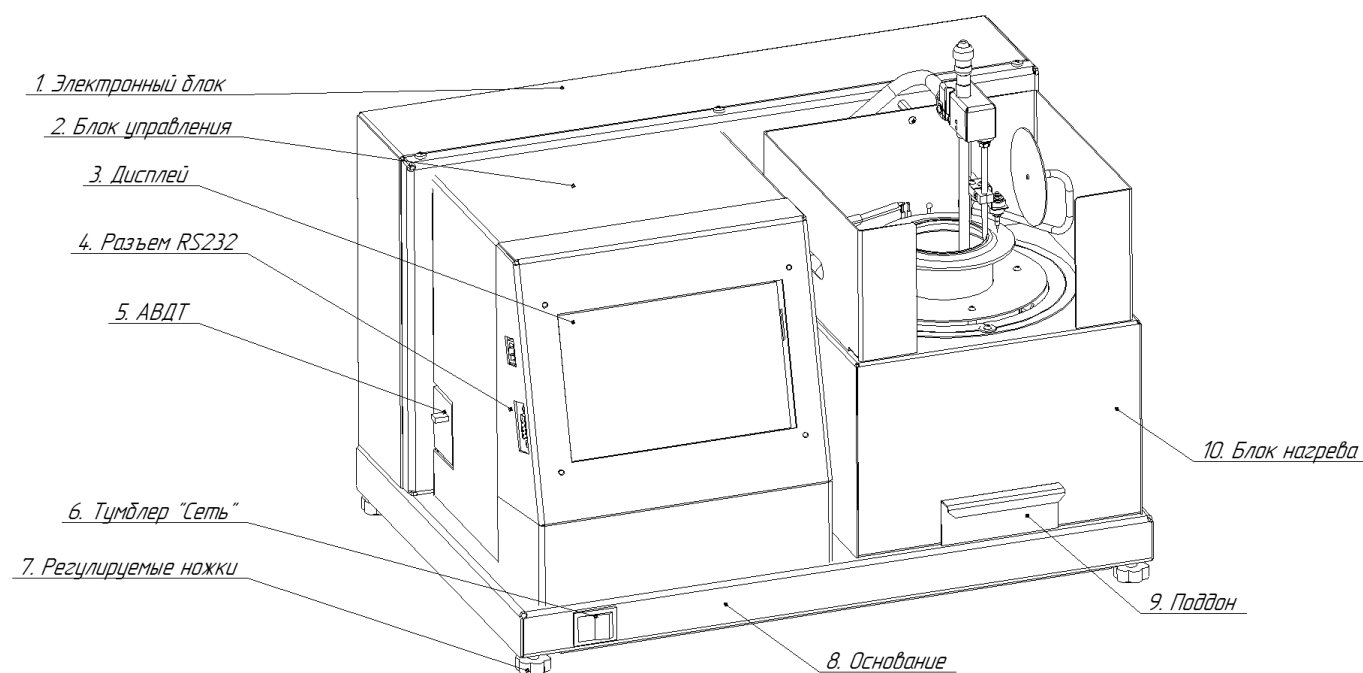
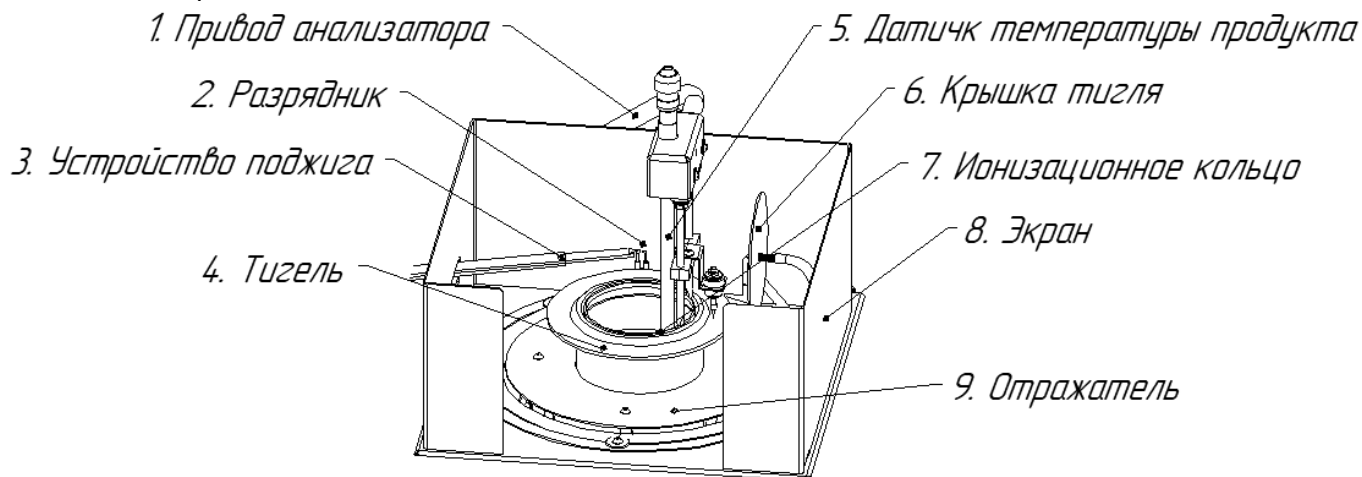
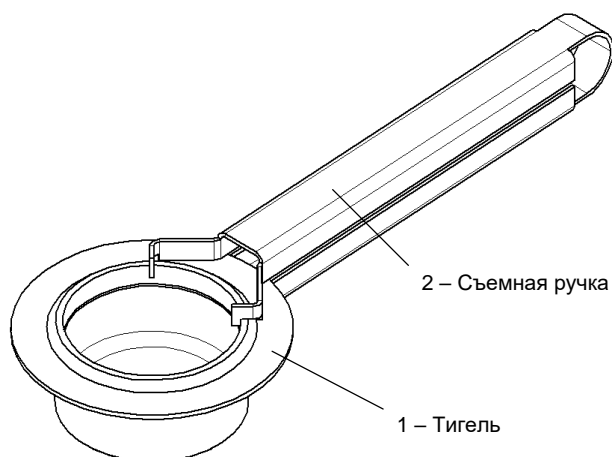

Рисунок 1 – Общий вид аппарата
Рисунок 2 – Блок нагрева
Рисунок 4 – Тигель со съёмной ручкой
В верхней части блока нагрева (рисунок 2) находятся: привод анализатора, на которой закреплены ионизационное кольцо и датчик температуры продукта. Внутри отражателя расположен нагреватель, на который устанавливается тигель. В правой части блока нагрева расположена крышка тигля, которая необходима для тушения пламени при воспламенении продукта во время испытания. Во время испытания производится поджиг паров нефтепродукта устройством поджига, которое зажигает газ от поджигающего разрядника.
- поверхность установки должна быть горизонтальной, в противном случае, вращением регулируемых ножек (рисунок 1 на странице 4) необходимо добиться совпадения мениска нефтепродукта и метки по периметру внутренней поверхности тигля, установленного в аппарат.
- при снятом поддоне (рисунок 1 на странице 4) продуть аппарат сжатым воздухом давлением менее 1 атмосферы, направляя поток в отверстие в отражателе (рисунок 2 на странице 5);
3.4.1 С помощью съёмной ручки (рисунок 4 на странице 5) взять тигель и горизонтально установить его в отверстие в отражателе (рисунок 2 на странице 5).
3.4.2 Подключить аппарат к сети питания, включить его тумблером «Сеть» (рисунок 1 на странице 4).
4.2.3 Режим работы аппарата – непрерывный. После окончания работы аппарат выключается тумблером «Сеть» (рисунок 1 на странице 4).
4.2.5 Во избежание получения ожогов необходимо снимать тигель только с помощью съёмной ручки (рисунок 4 на странице 5).
4.4.2 Визуально проверить чистоту ионизационного кольца и разрядника (рисунок 2 на странице 5). Если на поверхностях ионизационного кольца есть остатки продукта, следует выполнить чистку согласно пункту 5.9 (страница 19).